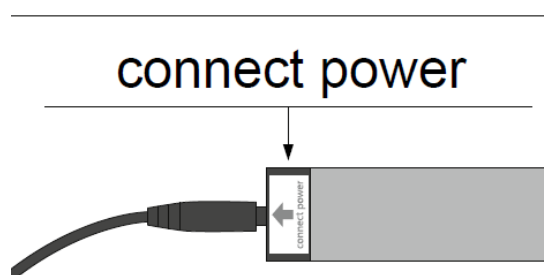

Abb.1: Anschluss des Netzsteckers an die gekennzeichnete Leiste
1. Der Netzstecker des 20W Netzteils muss an eine extra gekennzeichnete LED-Leiste angeschlossen werden. Diese Leiste ist mit dem folgendem Hinweis beschriftet: „**connect power**“. Auf der gekennzeichneten Seite schließen Sie bitte das Netzkabel an (siehe Abb.1).